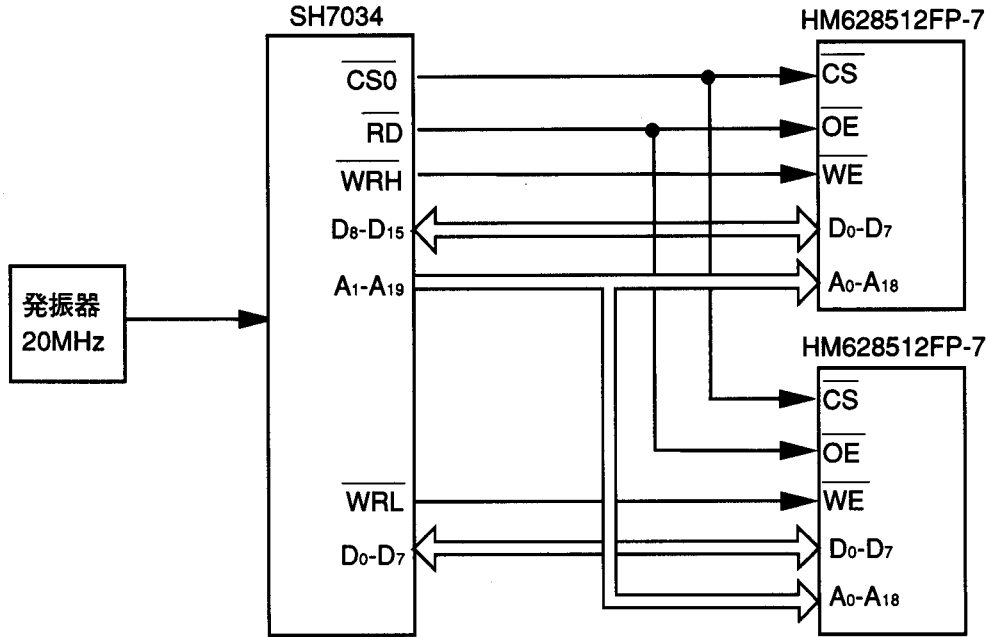

図1 SH7034およびHM628512FP-7接続ブロック図
(1) 図1に示すように、SH7034とSRAM (HM628512FP-7) のインタフェースを行います。